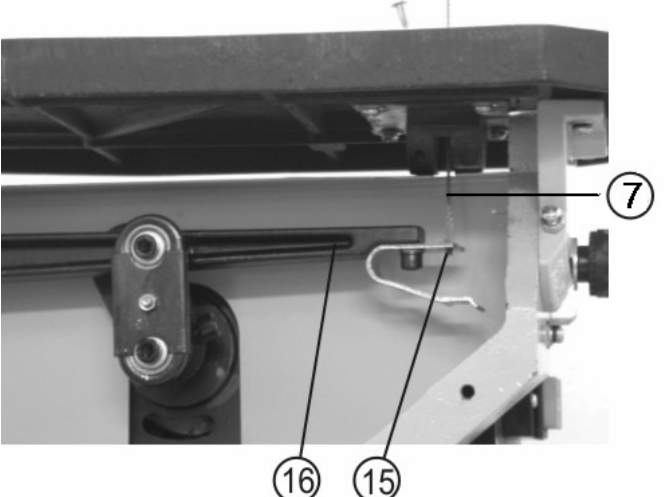
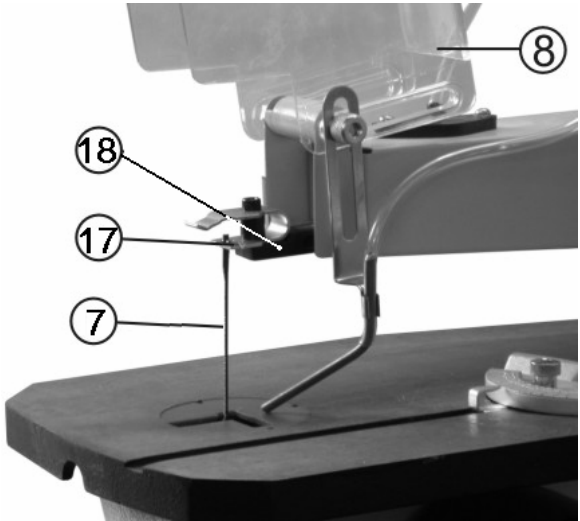

Рис.4
Рис.5
9.3. Поднимите в верхнее положение ограждение (8) пильного полотна (7), Рис. 5.
9.4. На верхний рычаг (18) приложите усилие, достаточное только для того, чтобы освободить пильное полотно (7). Извлеките нижнюю часть пильного полотна (7) из нижнего держателя (15) нижнего рычага (16), Рис.4. Отпустите верхний рычаг (18), извлеките верхнюю часть пильного полотна (7) из верхнего держателя (17) , Рис.5.